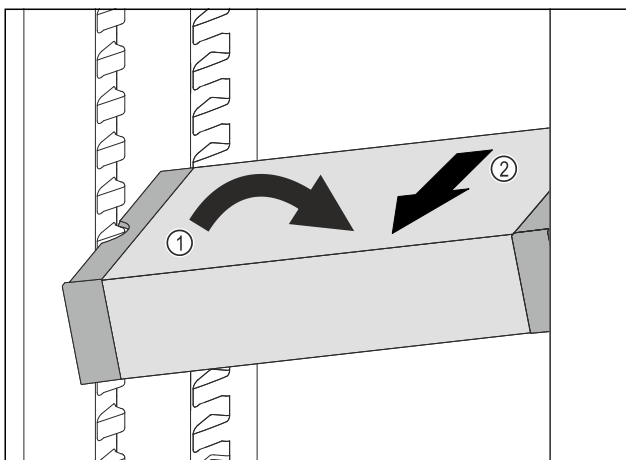

Fig. 69
- ▶ Predal VarioSafe postavite v hladilniku postrani. Fig. 69 (1)
- ▶ Predal VarioSafe izvlecite v smeri naprej. Fig. 69 (2)